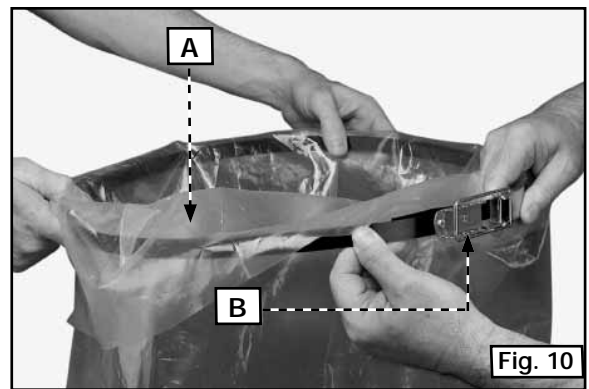

Fig. 10
La bolsa plástica también puede sujetarse a la parte externa del recolector de polvo con la abrazadera incluida (B) Fig. 10:
1. Coloque la abrazadera (B) alrededor de la parte superior de la bolsa plástica (A). Pliegue entre 101,6 mm y 152,4 mm (4 y 6 pulgadas, respectivamente) la bolsa plástica sobre la abrazadera (Fig. 10).